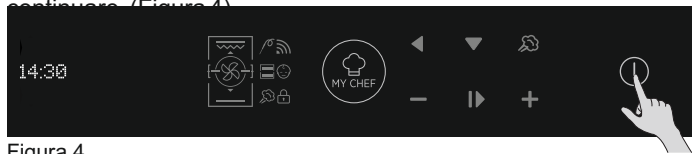

Figura 4
- Al primo utilizzo è necessario eseguire una procedura di installazione per poter usare il forno. Premere ON/OFF per continuare. (Figura 4)